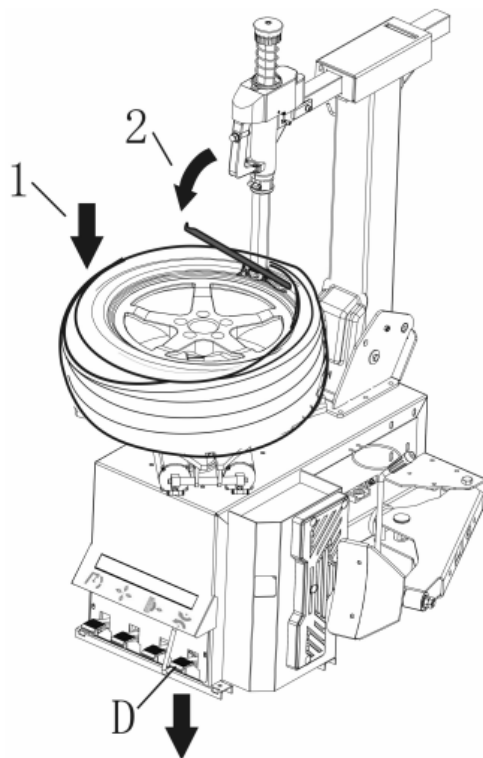

Abb.22
- Führen Sie den Hebel in das Rad in der Nähe des Montagekopfs ein (Abb.22).
- Drücken Sie das Pedal D (Abb.22), damit sich die Drehscheibe im Uhrzeigersinn dreht, bis der Rand des Rads abfällt.
- Wenn der Demontagevorgang behindert wird, stoppen Sie die Drehung der Drehscheibe, heben Sie das Pedal D (Abb.22) an und lassen Sie die Drehscheibe gegen den Uhrzeigersinn drehen.
- Drücken Sie den mittleren Teil des Reifens nach unten. Drücken Sie das Pedal D (Abb.22), um die Drehscheibe im Uhrzeigersinn zu drehen, sodass der untere Reifenwulst vollständig in die Felgennut fällt (siehe
- Drücken Sie das Pedal D (Abb.22), um die Drehscheibe zu drehen, während Sie weiterhin auf den Reifen drücken. Wenn nur noch 10~15 cm übrig sind, verlangsamen Sie die Drehung, um Beschädigungen des Reifenwulsts zu vermeiden. Stoppen Sie den Motor, wenn Anzeichen für eine Beschädigung vorliegen. Heben Sie das Pedal D an und drehen Sie die Drehscheibe gegen den Uhrzeigersinn. Versuchen Sie es erneut, wenn der Reifen wieder in seine ursprüngliche Form zurückgekehrt ist.